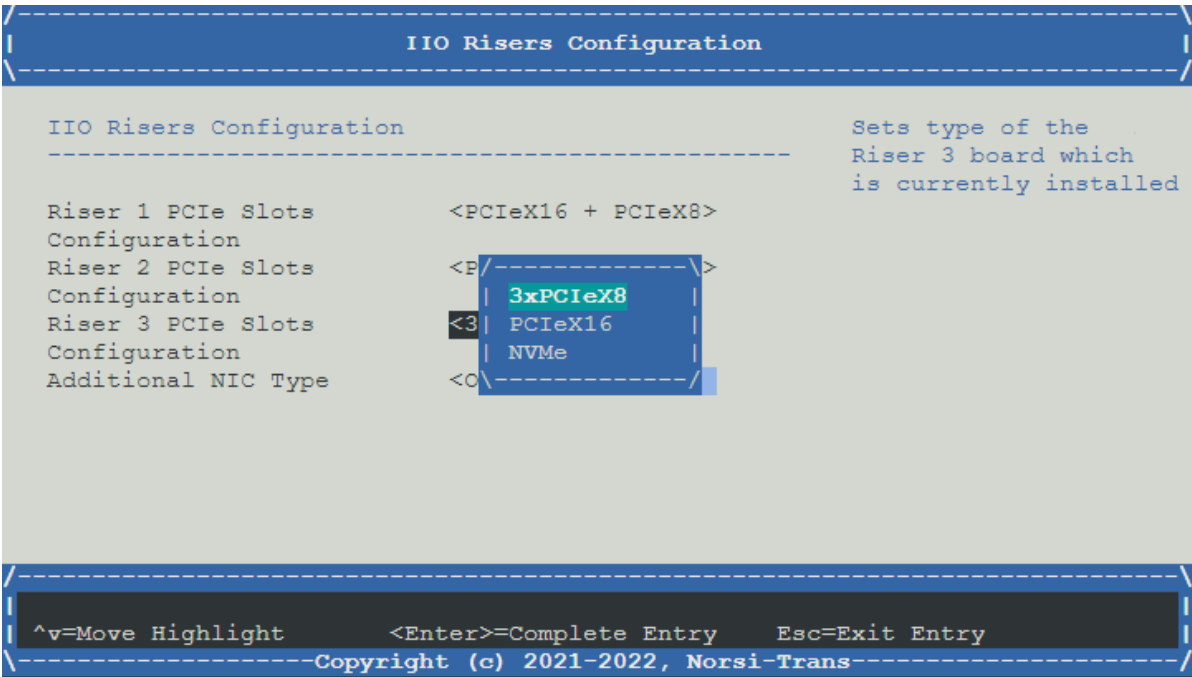

Рис. 86. Выбор типа PCIe-райзеров
- 3) Установите тип PCIe-райзеров согласно физическим. Окно показаны на рис. 86 Выбор типа PCIe-райзеров